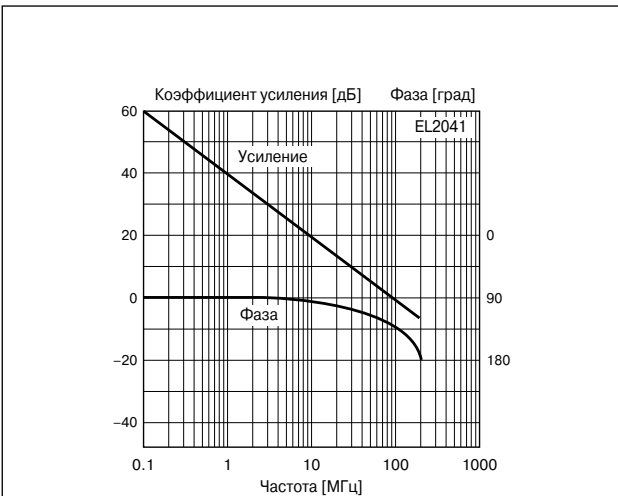

Рис. 2. Кривые Боде — АЧХ и ФЧХ усилителя EL2041 без обратной связи
**Фазовый сдвиг сигнала при усилении.** На Рис. 2 приведены кривые Боде, которые объясняют причину возникновения возбуждения усилителей.
Если применить микросхему EL2041, кривые Боде для которой приведены на Рис. 2, то усилитель будет возбуждаться.